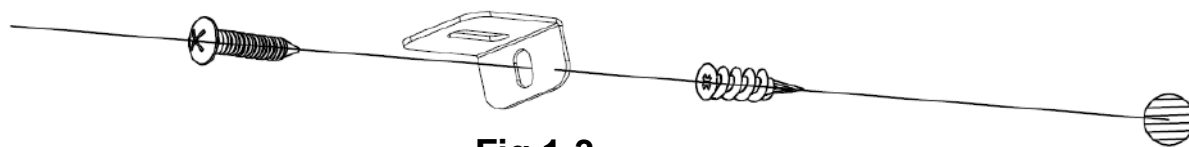

Fig 1-3
**C.** Montare il fissaggio di plastica (C) nella parete asciutta, poi montare la vite più lunga (B) (compresa nel set) tramite un foro nel supporto a "L" nel fissaggio per montare il focolare alla parete. (Fig 1-3)